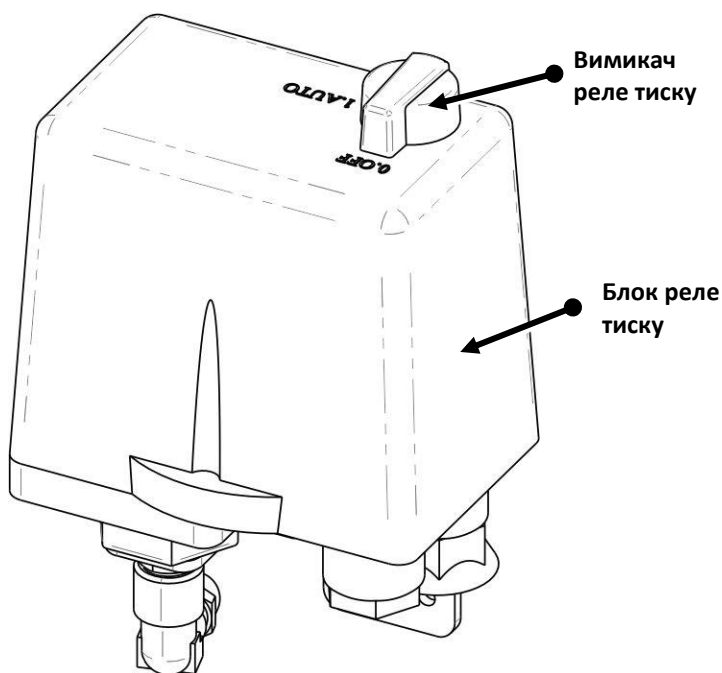

Рисунок 4 Реле тиску компресора
3.2.1. Компресор включається поворотом важеля реле тиску (Рисунок 4) в положення «I». При запуску компресора повітря накачується в ресивер до тиску виключення і при досягненні заданого тиску компресор виключається. Далі компресор працює в автоматичному режимі – частота ввімкнення/вимкнення компресора залежності від споживання повітря.